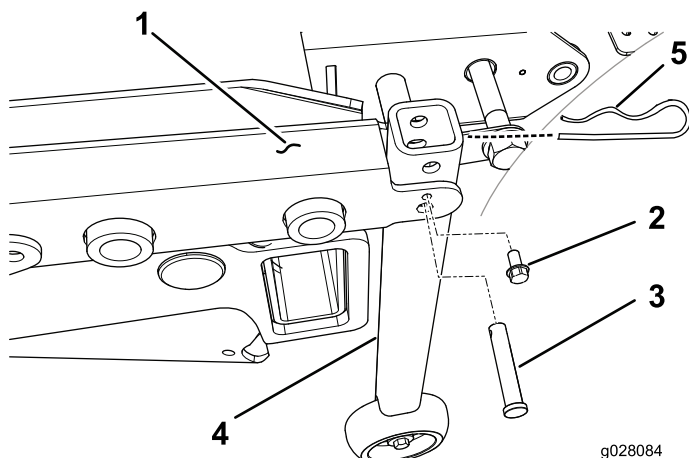

Figura 32
2. Nas unidades de tração que tenham um número de série anterior a 312999999, instale a estrutura do suporte do tubo vertical em cada canto traseiro da estrutura da plataforma com um passador de forquilha e um parafuso autorroscante de 1/4 pol. (Figura 32)